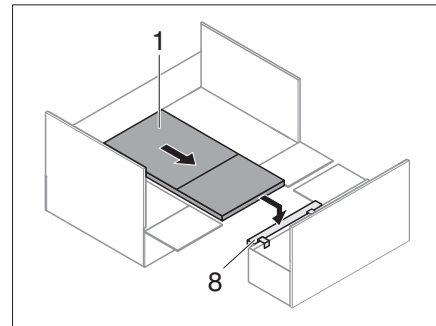

Fig. 217 Mesa sobre el soporte del armazón de cama
- Enganchar el soporte del armazón de cama (Fig. 217,8).
- Extraer la mesa acoplable (Fig. 217,1) y posicionarla sobre el soporte del armazón de cama enganchedo (Fig. 217,8).